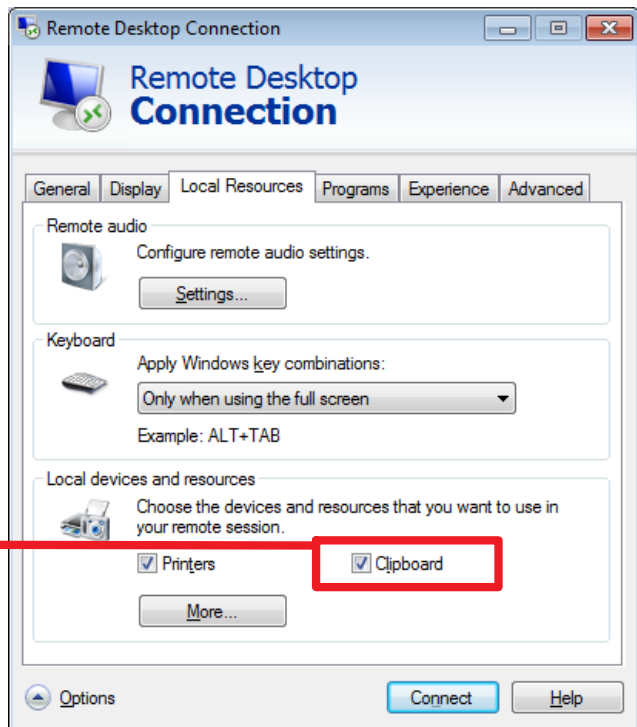

图6.6 远程桌面连接本地资源标签
- ▶ 转到本地资源标签并激活诸如剪贴板等和/或打印机 (图6.6)。